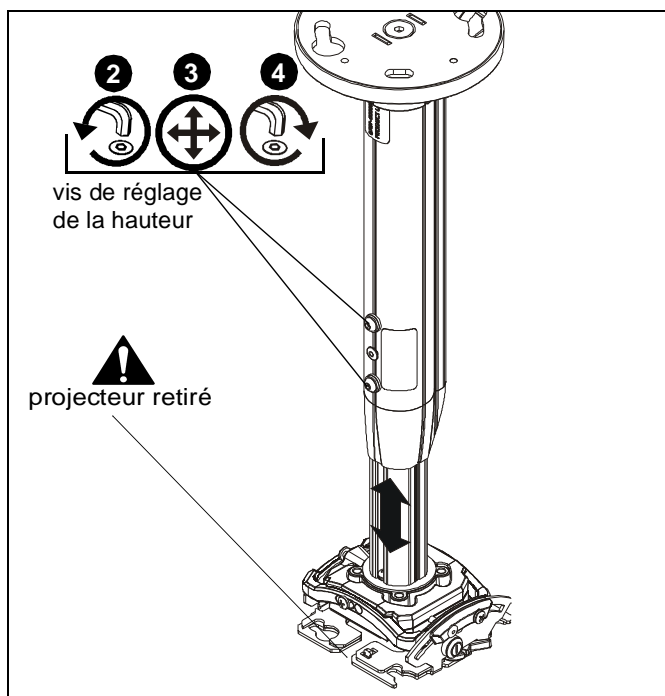

Figure 20
2. Desserrez la vis de réglage de la hauteur. (Voir la Figure 20)
3. Tout en supportant le poids du système de montage pour projecteur, réglez-le à la hauteur voulue. (Voir la Figure 20)
4. Resserrez la vis de réglage de la hauteur. (Voir la Figure 20)